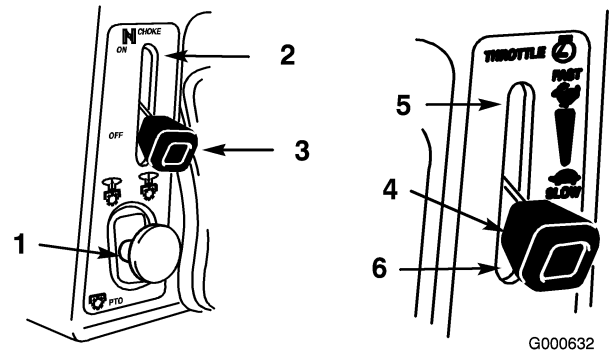

Bild 15
- Schieben Sie den Zapfwellenantrieb auf „Aus“ (Bild 15).
- Bewegen Sie den Chokehebel auf „Ein“ (Bild 15).
- Schieben Sie den Gasbedienungshebel auf „Schnell“ (Bild 15).
- Schieben Sie den Chokehebel nach dem Anspringen des Motors auf Aus (Bild 15). Wenn der Motor aussetzt oder unregelmäßig läuft, stellen Sie den Chokehebel für ein paar Sekunden wieder zurück auf Ein. Stellen Sie dann den Gasbedienungshebel auf die gewünschte Stellung. Wiederholen Sie diesen Vorgang nach Bedarf.
1. Schieben Sie den Zapfwellenantrieb auf „Aus“ (Bild 15).
2. Stellen Sie den Gasbedienungshebel auf halben Weg zwischen Halb- und Vollgas (Bild 15).